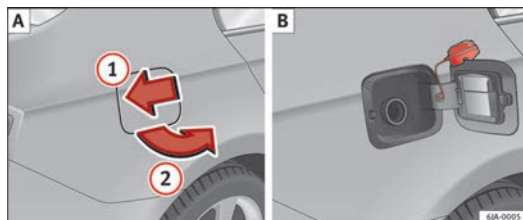

Fig. 115 Parte trasera del vehículo, lado derecho: tapa del depósito / tapa del depósito con el tapón desenroscado
En un adhesivo pegado en el lado interior de la tapa del depósito se indican el tipo adecuado de combustible para su vehículo, así como el tamaño de neumático y la presión de inflado del mismo. ⇒ fig. 115 B.
En el lado interior de la tapa del depósito se ubica la rasqueta ⇒ fig. 115 B para quitar la nieve y el hielo de los cristales y espejos ⇒ página 173, Cristales de ventanillas y de retrovisores exteriores.
- Presione sobre la tapa del depósito en el sentido de la flecha ① ⇒ fig. 115.
- Abra la tapa en el sentido de la flecha ②.
- Desenrosque hacia la izquierda el tapón de cierre del depósito y colócalo encima de la tapa del depósito ⇒ fig. 115 B.